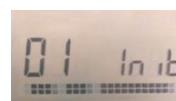

Abb. 2
4. Die LED der aktivierten Zone/n sollte/n erloschen. Die LED der nächsten, nicht aktivierten Zone darf dabei trotzdem blinken. Im unteren Teil des Displays sollte eine Grafik mit doppelzähligen Balken durchlaufen (= ein Funk-Raumthermostat hat ein Funkinitialisierungssignal gesendet, siehe Abb. 2).